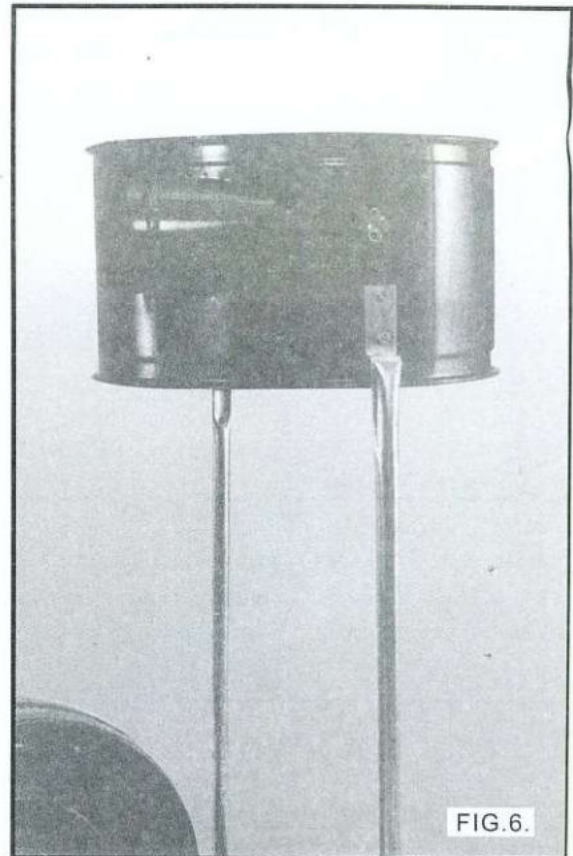

FIG.6.
AHORA ENSAMBLA EL COLECTOR (C) A LOS DOS SOPORTES, ASEGURATE DE QUE EL AGUJERO QUEDE DEL LADO DEL CUERPO DEL COLECTOR COMO SE MUESTRA EN LA FIG. 6